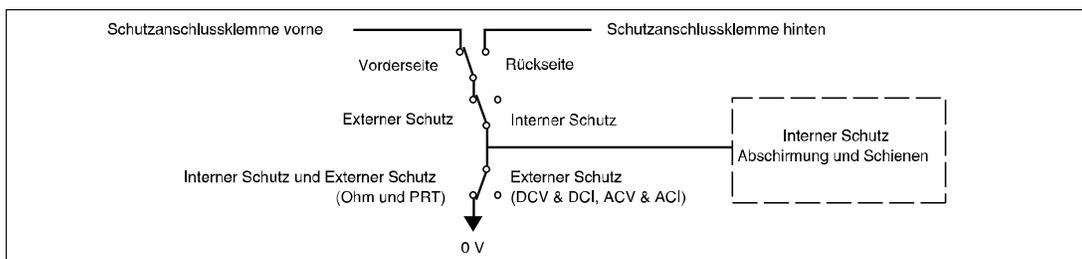

Abbildung 10. Interne Schutzanschlüsse
Externer Schutz ausgewählt (**EIN (ON)**): Bei den Ohm- oder PRT-Funktionen bietet die Auswahl von „Externer Schutz“ eine Ohm-Schutzfunktion. Die internen Schutzabschirmungen und Schienen sowie der ausgewählte vordere oder hintere GUARD-Anschluss sind mit dem internen 0 V verbunden. Siehe Abbildung 10. Weitere Informationen finden Sie unter *Eingangsklemmenauswahl*.